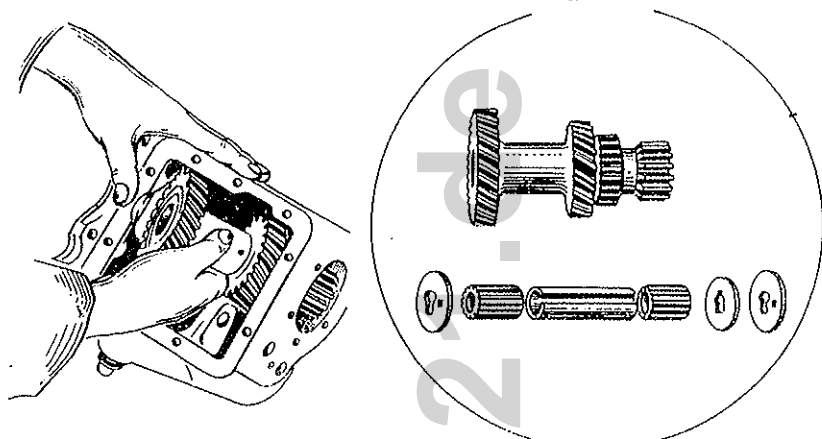

Bild 156 Auseinanderbau des Zahnradblocks
- zwei Rollenlager und Zwischenhülse aus Zahnradblock nehmen (Bild 156).